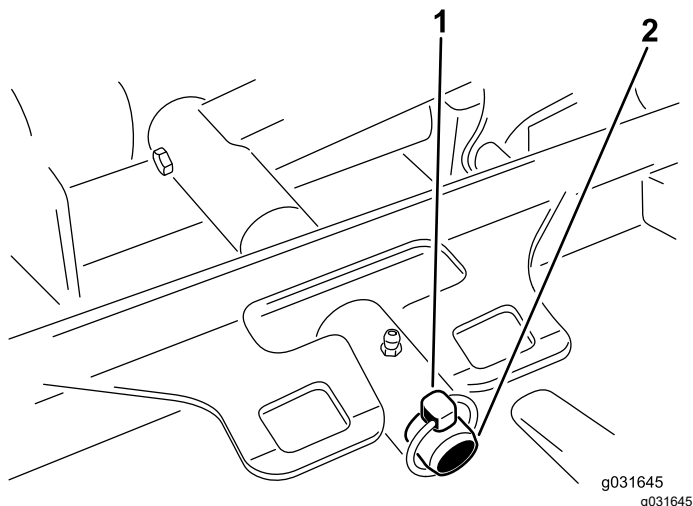

図 67
3. デッキのキャリアフレームを昇降アームのピボットピンに固定しているリンチピンまたはリテーナナットを外す 図 67。
3. デッキのキャリアフレームを昇降アームのピボットピンに入れ、リンチピンとリテーナナットで固定する 図 67。